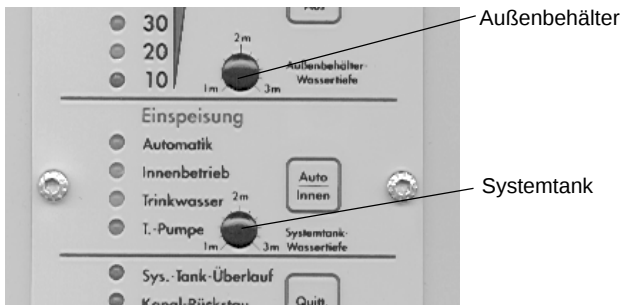

Bild 9
- An den Kalibrierschrauben des Kontrollelements, die Tiefe des Systemtanks HST und des Außenbehälters ( z.B. Zisterne/ Erdtank ) einstellen, siehe Bild 9.